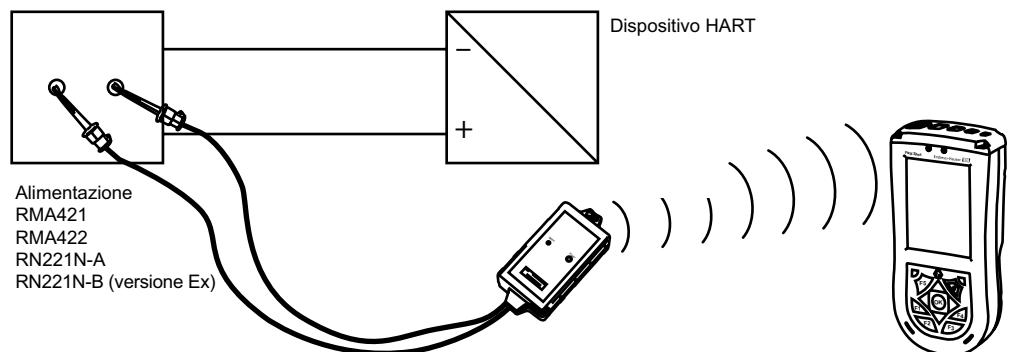

Fig. 3-3: Connessione tramite alimentatore con ingressi di comunicazione HART (resistore di carico interno)
- nel caso di un alimentatore con comunicazione HART incorporata: connessione mediante i due ingressi di comunicazione HART posti sul pannello anteriore riprodotto in Fig. 3-3. Possono essere utilizzati i seguenti alimentatori HART: